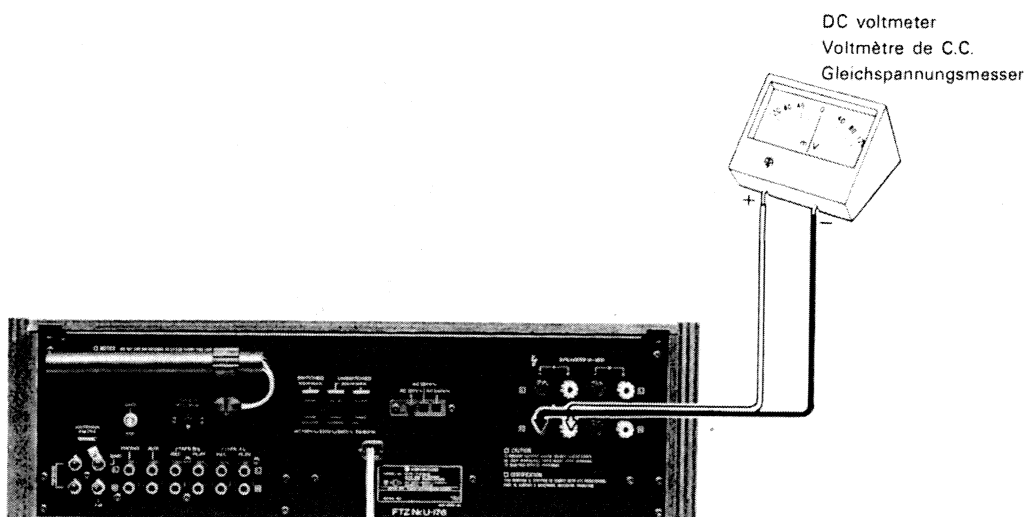

Fig. 1 OFFSET
3. Adjust the trimming pot VR7 (VR6), as shown in figure 1, for 1.0V reading of the DC voltmeter.
3. Régler le potentiomètre ajustable VR7 (VR6) pour que la tension de sortie soit nulle, comme le montre ce figure 1.
2. Einen Gleichspannungsmesser an der klemme SPEAKERS A anschließen. (Abb. 1).